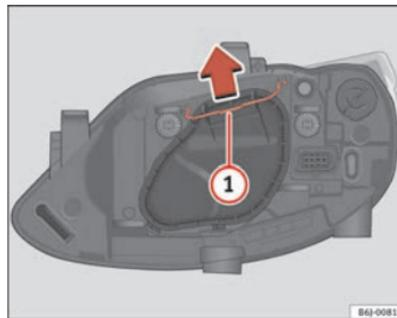

Fig. 142 Médios / máximos farol simples
- Desloque o tirante ⇒ página 232, fig. 142 ① no sentido da seta e puxe a tampa.